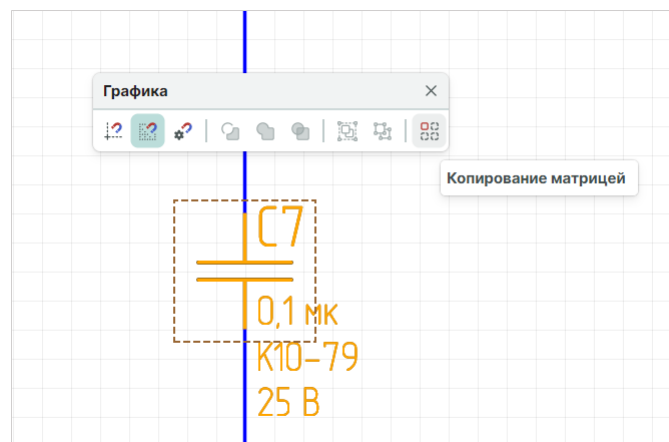

Рис. 209 Копирование объекта матрицей
- Выберите инструмент «Копирование матрицей» на панели инструментов «Графика», см. Рис. 209.